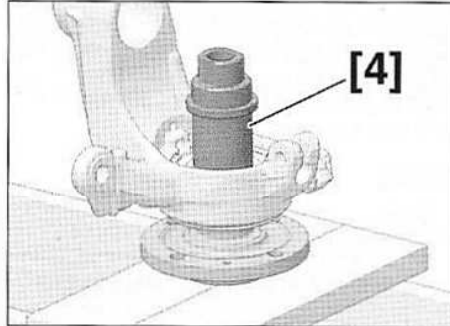

FIG.31
• Placer le moyeu sous le pivot puis à l'aide de l'outil [4] et de la presse, enfoncer le pivot sur le moyeu jusqu'en butée (Fig.31).